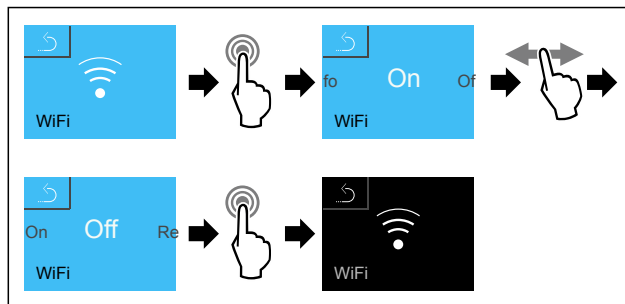

Fig. 97
- Выполните шаги действия (см. Fig. 97) .